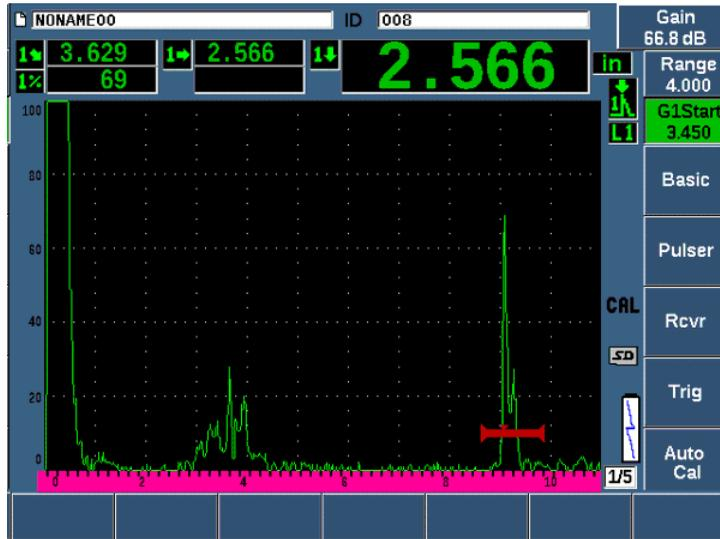

Рис. 9-28 Пример стробированного сигнала для калибровки скорости
7. Введите известное значение толщины стробированного сигнала (в данном примере 2,5 мм или 0.500 дюйма) и выберите **Continue** (Продолжить), чтобы перейти ко второму этапу калибровки (см. Рис. 9-28 на стр 189).